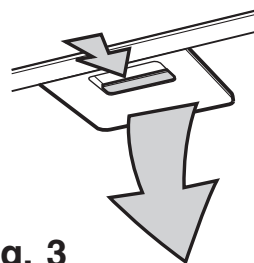

Fig. 3
- Tirare lo sgancio a molla verso dietro ed estrarre il filtro verso il basso. **Fig. 3.**